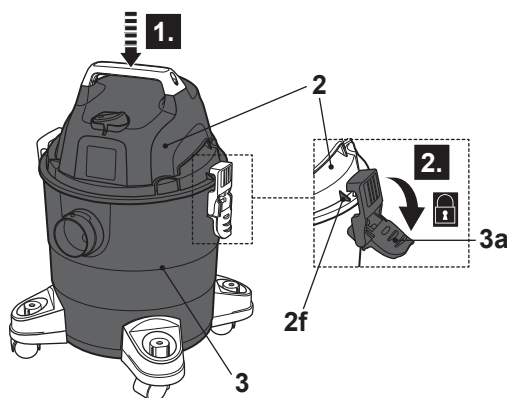

Fig. 10
- > Coloque a unidade do motor (2) com a manga de espuma (13) no depósito (3) e segure-a com os fechos (3a) e as ranhuras dos fechos (2f) (Fig. 10). Certifique-se de que a unidade do motor assenta bem no depósito e que a ligação está bem selada.